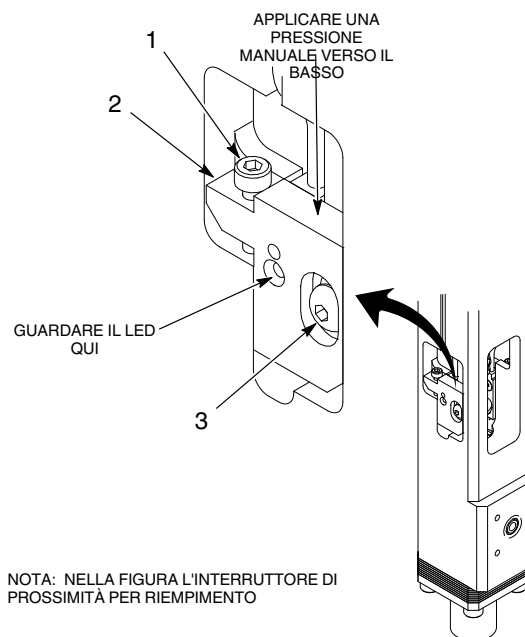

Figura 5 Tipica regolazione dell'interruttore di prossimità
2. Vedi figura 5. Allentare la vite (3) finché la piastra dell'interruttore (2) si muove liberamente.
3. Applicando una pressione manuale verso il basso sulla piastra dell'interruttore (2), eseguire quanto segue:
- a. Usando l'estremità sferica della chiave esagonale, girare la vite di regolazione (1) in senso orario finché il LED si spegne.
- b. Girare lentamente la vite di regolazione (1) in senso antiorario finché il LED si accende. Far fare un altro 1/4 di giro in senso antiorario alla vite di regolazione.
- c. Stringere la vite (3) a 14 in.-lb (1.3 N•m).
- a. Usando l'estremità sferica della chiave esagonale, girare la vite di regolazione (1) in senso antiorario finché si passa il punto di azionamento e il LED si spegne.
- b. Girare lentamente la vite di regolazione (1) in senso orario finché il LED si accende. Far fare un altro 1/4 di giro in senso orario alla vite di regolazione.